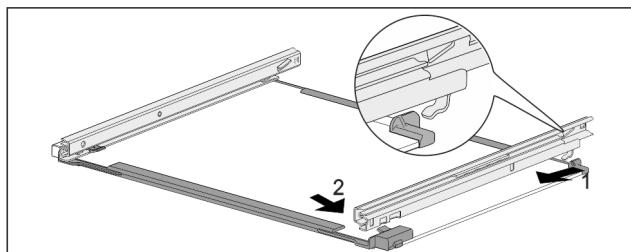

Fig. 143 Стеклянная пластина с направляющими
- Зацепите направляющую сзади. Fig. 143 (1)
- Зашелкните направляющую спереди. Fig. 143 (2)